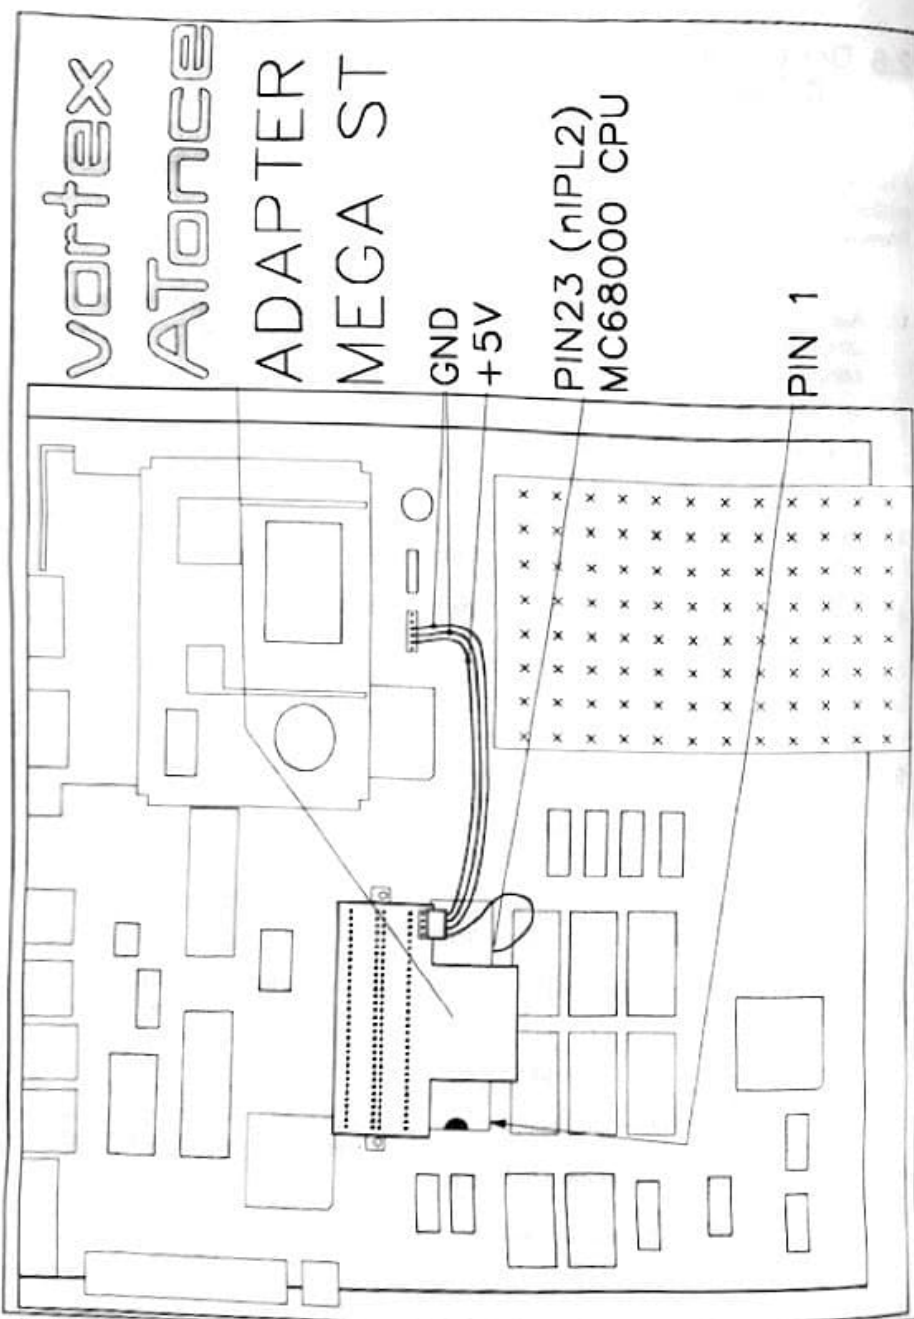

Bild 2.6.a
Am ATonce Mega ST Steckadapter befinden sich zwei unterschiedliche Kabel. Das eine Kabel ist eine freie Litze an deren Ende sich ein Druck-Clip befindet. Das andere Kabel ist ein kleiner Kabelbaum - bestehend aus drei Litzen -, an dessen Ende sich ein Stecker befindet. Den Druck-Clip nehmen und an den Pin 23 der MC68000 CPU anclippen. Dies ist in Bild 2.6.a der zehnte Pin von rechts. Anschließend den Steckadapter in den 64 poligen Steckplatz stecken. Den Stecker für die Spannungsversorgung des Steckadapters in die freie Stiftleiste des Mega ST stecken (vor dem Netztell). Siehe hierzu Bild 2.6.a.
6. ATonce wie in Bild 2.6.b dargestellt in die Fassung des Steckadapter einstecken. Darauf achten, daß alle Pins der ATonce Leiterplatte (64 Stück) sauber in die Fassung eingeführt werden (nicht verkanten) und fest sitzen. Sollten andere Bauteile (Kondensatoren, Quarze etc.) ATonce berühren, so müssen diese gegebenenfalls vorsichtig umgebogen und/oder mit Isolationsklebeband isoliert werden.
7. Das freie, von der ATonce-Leiterplatte weghängende Kabel an den entsprechenden PIN des SHIFTER-Bausteins (PIN 39) anlöten. Über dieses Kabel erhält der ATonce seinen 16MHz Takt. Siehe Bild 2.6.b.